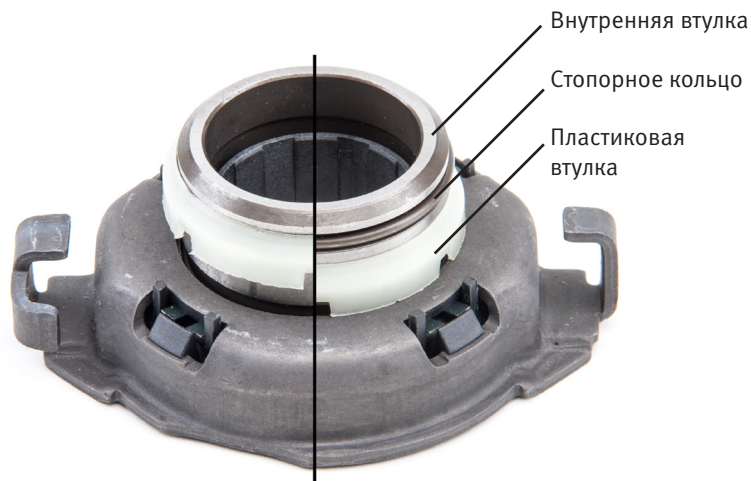
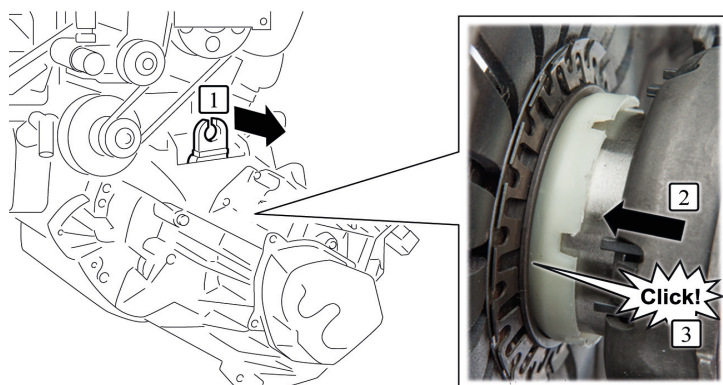

Рис. 3: Стопорное кольцо преднагружено (слева) или свободно (справа) под действием пластиковой втулки.
Рис. 4: Рывком надавив на выжимной рычаг в противоположном направлении, подшипник защелкнется в сцеплении.
3. После установки коробки передач, выжимной подшипник должен быть зафиксирован на своем месте с помощью рычага. Для того, чтобы сделать данную операцию с внешней стороны, имеется стопорное кольцо. Пластиковое кольцо указывает на преднапряжение кольца (Рис. 3) Как только выжимной подшипник запрессуется в нажимной диск, внутренняя направляющая войдет в отверстие диафрагменной пружины. Таким образом, пластиковая направляющая займет свою позицию и сдвинет стопорное кольцо (Рис. 3, правый) При дальнейшем сдвиге, пластиковая направляющая войдет в зацепление с диафрагменной пружиной со щелчком (Рис. 4)